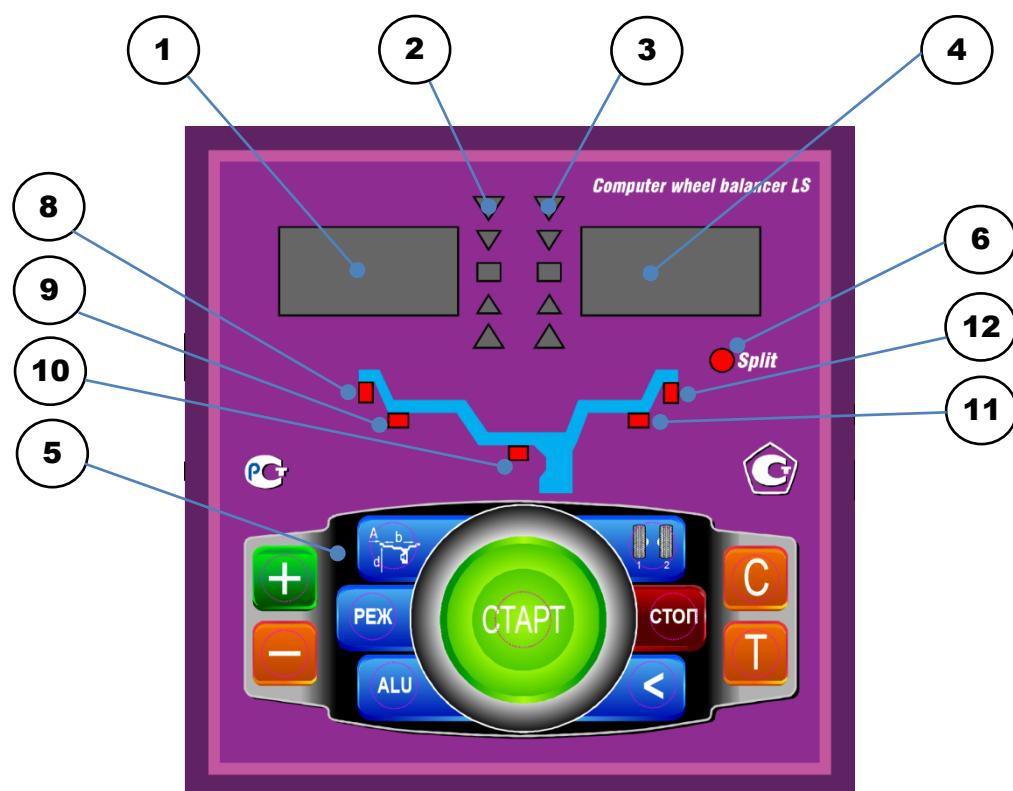

рис.8.1.
8.1. Общий вид лицевой панели показан на рис. 8.1.
При выдвижении штанги на индикаторах 1 (рис. 8.1) отображается значение параметра "A". Значение параметра "d" отображается на индикаторах 4.
Для ввода ширины нажмите кнопку "+" или "-" на индикаторах 1 (рис. 8.1) высветится "-b-", а на индикаторах 4 значение ширины диска. Через 2-3 сек после установки ширины индикаторы в режим отображения текущего дисбаланса.
Дважды нажать кнопку "A, d, b", после чего на индикаторах 1 (рис.8.1) загорается символ "A", а на индикаторах 4 исходная величина дистанции. Нажимая кнопки "-" и "+" установить на индикаторах 4 требуемую величину дистанции. Через 2-3 сек после установки дистанции показания на индикаторах 1 и 4 возвращаются к отображению текущего дисбаланса, а кнопки "-" и "+" возвращаются в режим ввода ширины обода.
11.1. Переключение схем ALU1-ALU5 осуществляется последовательным нажатием кнопки "ALU" при этом схема установки грузов отображается загоранием соответствующих светодиодов 8-12 (рис.8.1), кроме того, на индикаторах 1 отображаются символы ALU, а на индикаторах 4 номер 1-5. Через 2-3 сек. после установки требуемой программы ALU индикаторы 1-4 переходят в режим отображения дисбаланса.
12.3. Для входа в программу Split удерживайте кнопку РЕЖ, до того как загорится светодиод 6 (рис.8.1) и на индикаторах 1 загораются символы "SPn", означающие, что необходимо ввести число спиц обода колеса, подлежащего балансировке. При этом на индикаторах 4 загорается цифра 5. Если число спиц колеса отличается от 5, кнопками "-" и "+" установите на индикаторах 4 фактическое число спиц колеса.
12.4. Запустите СБ. После остановки вала установите любую спицу обода колеса вертикально вверх (на 12 часов) и нажмите кнопку С. После чего, на индикаторе 1 и линейке 2 (рис.8.1) будут указаны величина и место установки корректирующего груза на внутренней плоскости.
кнопку "1-2". Визуальный контроль того, какие параметры установлены в данный момент, осуществляется нажатием "A,d,b" на индикаторах 4 (рис.8.1) будут последовательно отображены, установленные в данный момент диаметр, ширина обода и дистанция.
14.1. При включении тумблера питания СБ на индикаторах 1 (рис. 8.1) высвечивается трёхзначное число -номер версии программного обеспечения. Через 2-3 сек на индикаторах 1 и 4 должны загореться нули, кроме того должны загореться светодиоды 8 и 12, что свидетельствует о включении режима стандартной балансировки с установкой на обеих плоскостях коррекции грузиков на пружинках. На линейках 2 и 3 (рис. 8.1) должны загореться центральные светодиоды.
14.2. При включении СБ программа измерения дисбаланса настраивается таким образом, что дисбаланс менее 8 г ( заводская установка для легкового режима) на любой плоскости коррекции не показывается, в этом случае на индикаторах 1 и 4 (рис. 8.1) высвечиваются "0". Минимальный дисбаланс отображающийся на индикаторах 1 и 4 равен 8г. Дисбаланс, превышающий 8г, округляется до величины кратной 5, т. е. дисбаланс 9, 10, 11 и 12 г отображается цифрой 10, дисбаланс 13, 14, 15, 16 и 17 г - цифрой 15 и т. д. Для просмотра неокруглённого значения дисбаланса или дисбаланса менее 8г. необходимо нажать кнопку "<", при этом на индикаторах 1 и 4 на 2-3 сек высвечиваются фактические значения дисбаланса, определённые в данном запуске.